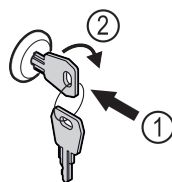

Fig. 200
- ▶ Włożyć kluczyk. Fig. 200 (1)
- ▶ Przekręcić kluczyk o 90° w prawo. Fig. 200 (2)